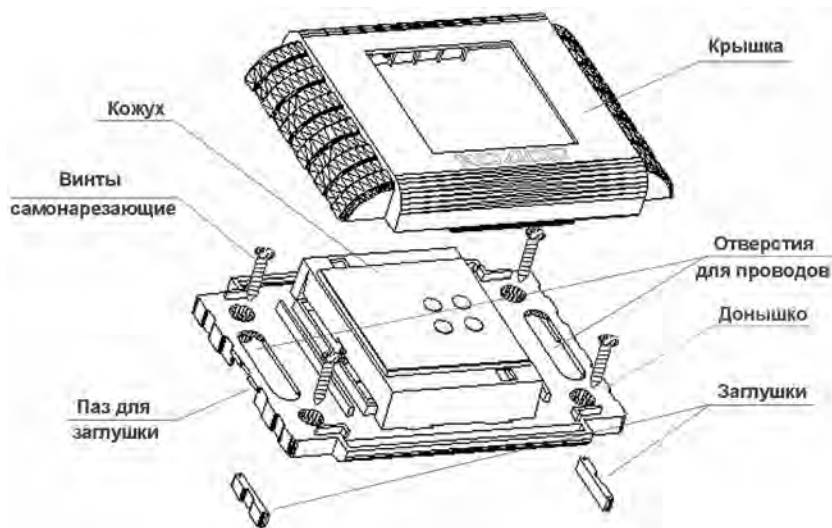

Рисунок 39 – Монтаж адаптера «КОДОС АД-10»
Рекомендуемый порядок монтажа при установке адаптера (см. рисунок 39):
- г) в случае, если провода подходят сбоку корпуса адаптера (из короба или гофрированного шланга), снять заглушки (см. рисунок 39);